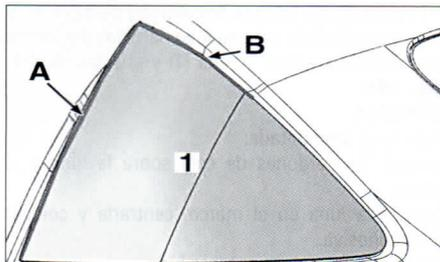
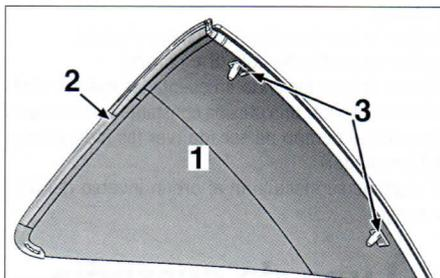

FIG. 80
FIG. 81
- En el exterior (fig. 80), con cinta adhesiva, mantener la junta sobre la luna de custodia (1) levantada en toda su longitud en A y B.
- Si la junta (2), los tetones de centrado delanteros (3) o la serigrafía de la luna quedan dañados durante el
desmontaje, sustituir la luna (1) (fig. 81).